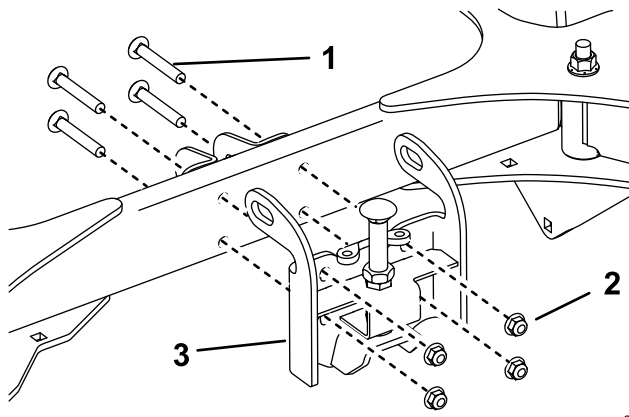

Figura 5
2. Use las fijaciones que acaba de retirar para instalar el soporte de bloqueo de la barredora (Figura 5). Apriete a 37–45 N·m (27 a 33 pies-libra).